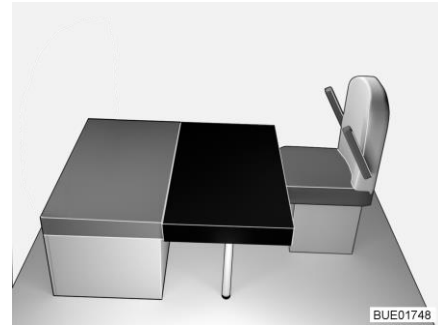

Fig. 152 Después de la transformación
- Colocar el cojín adicional cuadrangular en la mesa (delante del cojín del asiento del banco, véase Fig. 152). En esto, el recorte en el cojín adicional se encuentra en la pared de apoyo delantera.